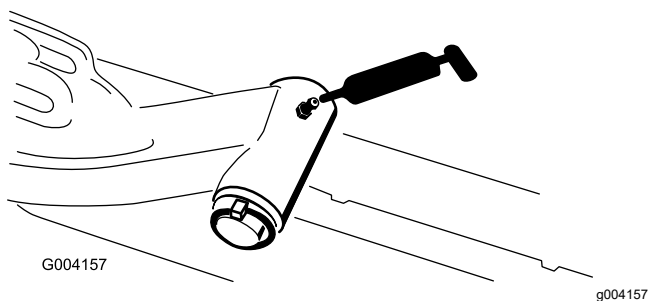

Figure 76
- Axe de pivot des bras de levage (x 1) (Figure 76)